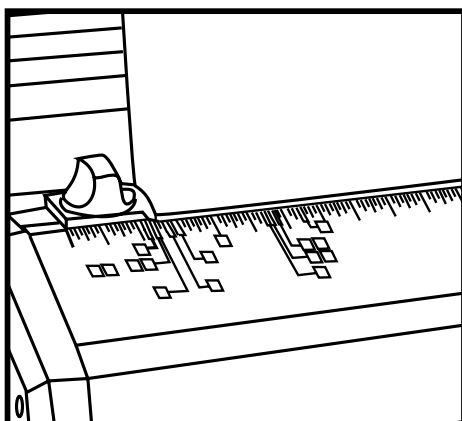

Figure 5
Punch Activation: Your MP2500iX can be activated using either the Foot Pedal or the Palm Switch. Step 1: Turn the machine on by pushing the ON/Off (I/O) Switch at the back of the machine to ON (I). Step 2: Insert the stack of sheets to be punched completely into the Punch Throat. Next, slide the stack of sheets to the left, so that the stack of sheets rests against the Edge Guide (see Figure 5). Step 3: Activate the punch cycle of the machine by either pressing the Palm Switch or depressing the Foot Pedal. Step 4: Remove the stack of paper and proceed to punch subsequent stacks to complete the document to be bound.	Azionamento perforazione: La perforatrice MP2500iX può essere azionata sia tramite il comando a pedale sia tramite l'interruttore a mano. Fase 1: Per azionare la macchina, portare l'interruttore ON/Off (I/O) sul retro della macchina su ON (I). Fase 2: Inserire completamente la carta da perforare nel supporto per la perforazione. Far scorrere i fogli verso sinistra in modo che si appoggino contro la guida per i bordi (vedere Figura 5). Fase 3: Avviare il ciclo di perforazione della macchina premendo l'interruttore a mano o il comando a pedale. Fase 4: Togliere la carta e procedere con la perforazione dei blocchi successivi per completare il documento da rilegare.